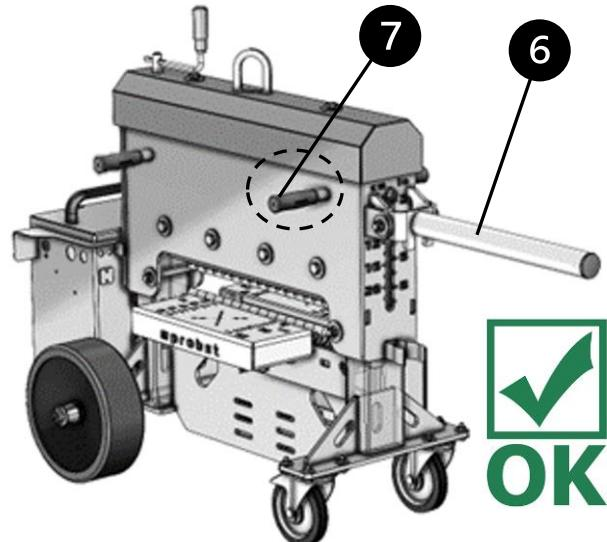

Fig. 2
- A tal fine, la leva di trasporto **6** deve essere portata in posizione orizzontale. → Fig. 2